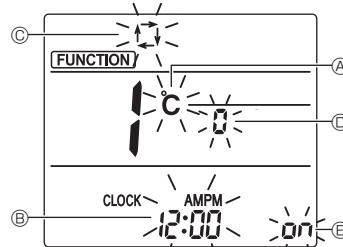

Fig. 4-11
3.Compruebe que se muestra la función N.º "1", y luego pulse el botón ③. Se visualizará la pantalla de configuración de la visualización de Pantalla. (Fig. 4-11)
4.12.2. Cambiar la unidad de temperatura (Fig. 4-11 Ⓐ)
4.12.3. Cambiar la visualización de la hora (Fig. 4-11 Ⓑ)
4.12.4. Cambiar el modo AUTO (Fig. 4-11 Ⓒ)
4.12.5. Cambiar el N.º de par (Fig. 4-11 Ⓓ)